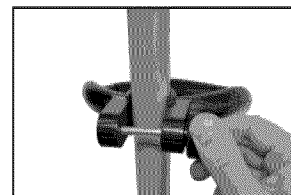

Figure 13 - Serrez bouton
4. Réglez la poignée à la position la plus confortable, puis serrez fermement le bouton. Évitez toutefois de trop le serrer. (voir la Figure 13).